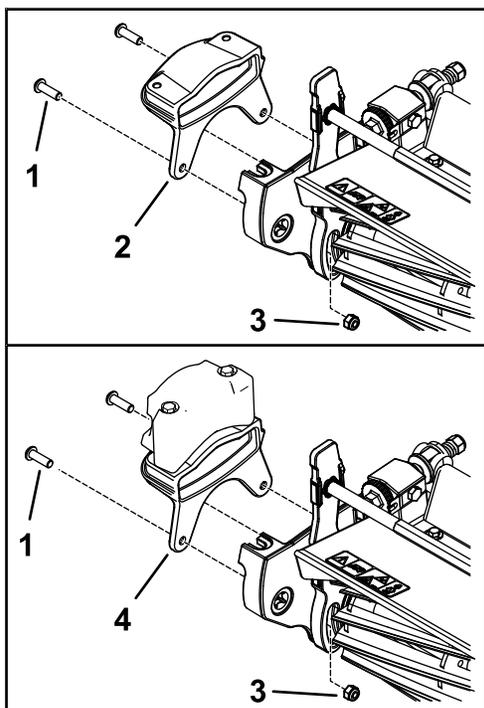

Figura 10
1. Fixe o novo peso na lateral da unidade de corte com dois parafusos (5/16 pol.) e duas porcas (5/16 pol.), como se mostra na Figura 10.